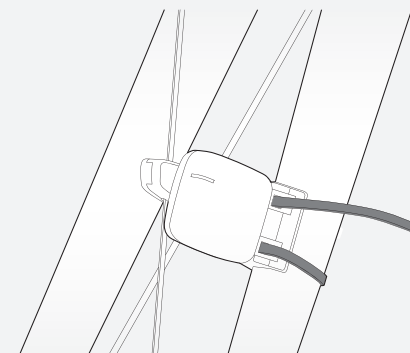

Figure 33. Attache mono-usage.
2. Une fois l'alignement correct obtenu, passez une attache mono-usage à travers le capteur et autour du fourreau ou de la fourche arrière (Figure 33).